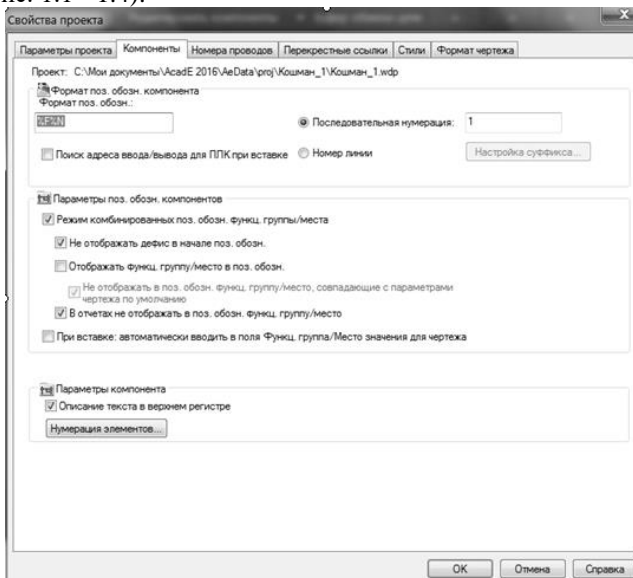

Рисунок 1.1 – Вікно **Свойства проекта** вкладка **Компоненты**
8. У діалоговому вікні **Свойства проекта** налаштувати наступні вкладки (рис. 1.1 - 1.4):